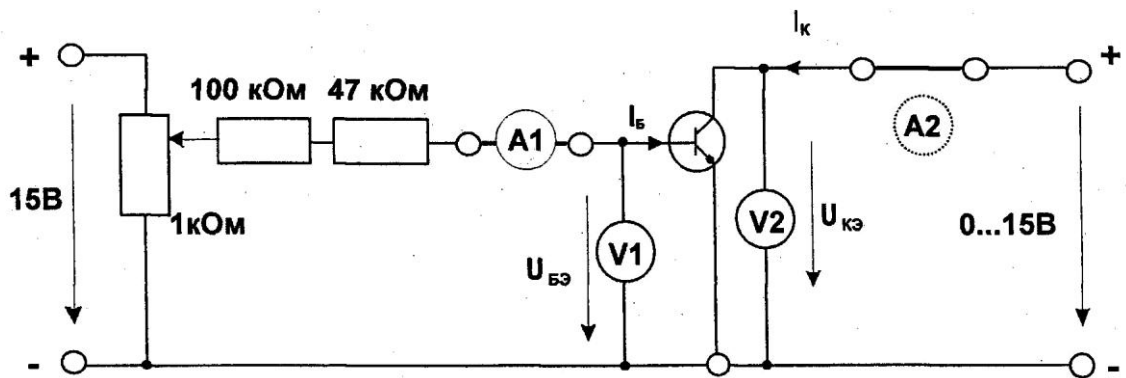

Рис. 5.3.1
- Соберите цепь согласно схеме (рис. 5.3.1). Потенциометр 1 кОм используется для регулирования тока базы, резисторы 100 и 47 кОм - для ограничения максимального тока базы. Регулирование напряжения $U_{кэ}$ осуществляется регулятором источника постоянного напряжения. Измерение тока базы I_b и напряжения $U_{бэ}$ производятся мультиметрами на пределах 200 μA и 2 В соответственно. Пределы измерения тока коллектора I_k и напряжения $U_{кэ}$ изменяются в ходе работы по мере необходимости. **При сборке схемы предусмотрите переключки для переключения амперметра из одной ветви в другую.**